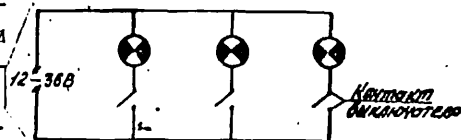

Рис.14. Схема подключения сигнальных ламп
- собрать схему подключения сигнальных ламп (рис.14);